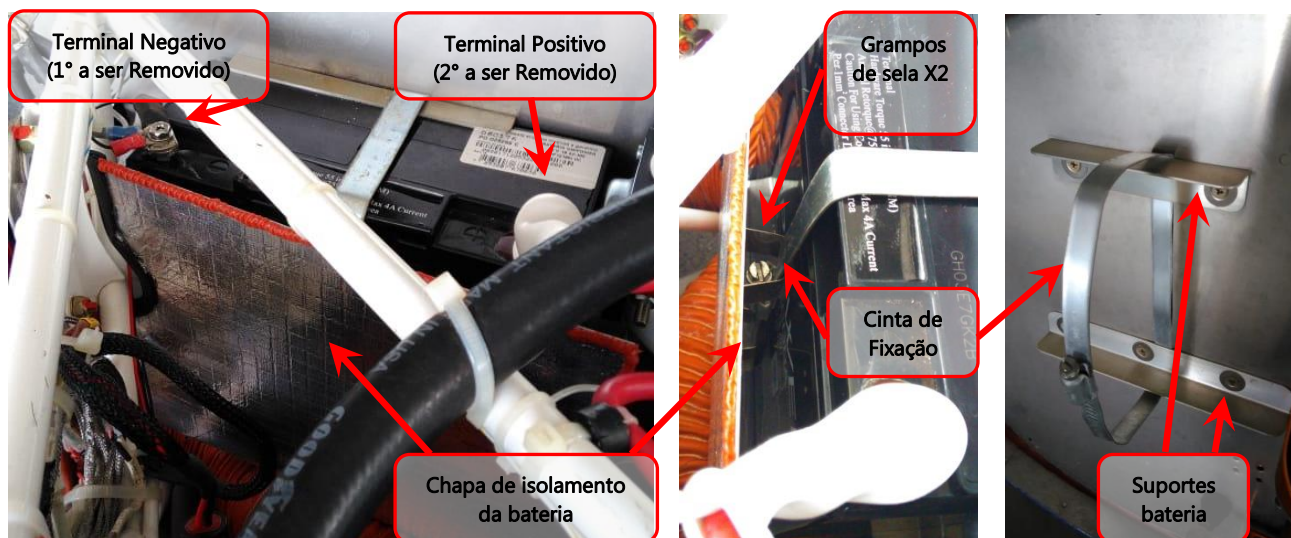

Figura 24.30.2 – Local da Bateria, chapa isolamento e cinta de fixação
2. Remover as conexões do terminal positivo, ver figura 24.30.2
3. Afrouxar a cinta de fixação da bateria e da chapa de isolamento da bateria, mostrada na figura 24.30.2.
1. Posicionar a bateria no suporte, ver figura 24.30.2
2. Passar a cinta de fixação a traves dos grampos de sela da chapa de isolamento da bateria, assegurando que a cinta assegure o conjunto bateria-chapa, como mostrado na figura 24.30.2.
3. Apertar a cinta de fixação usando chave de fenda de ¼", como mostrado na figura 24.30.2.